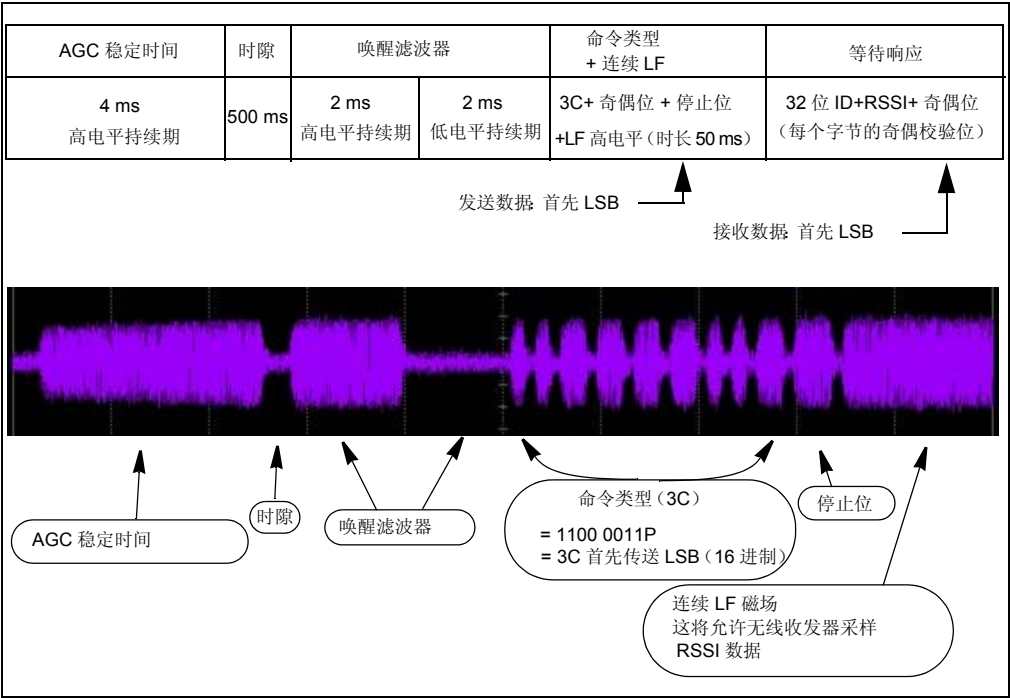
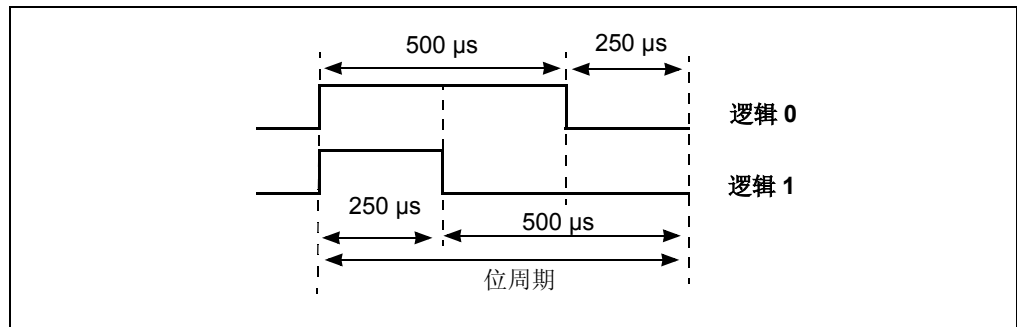
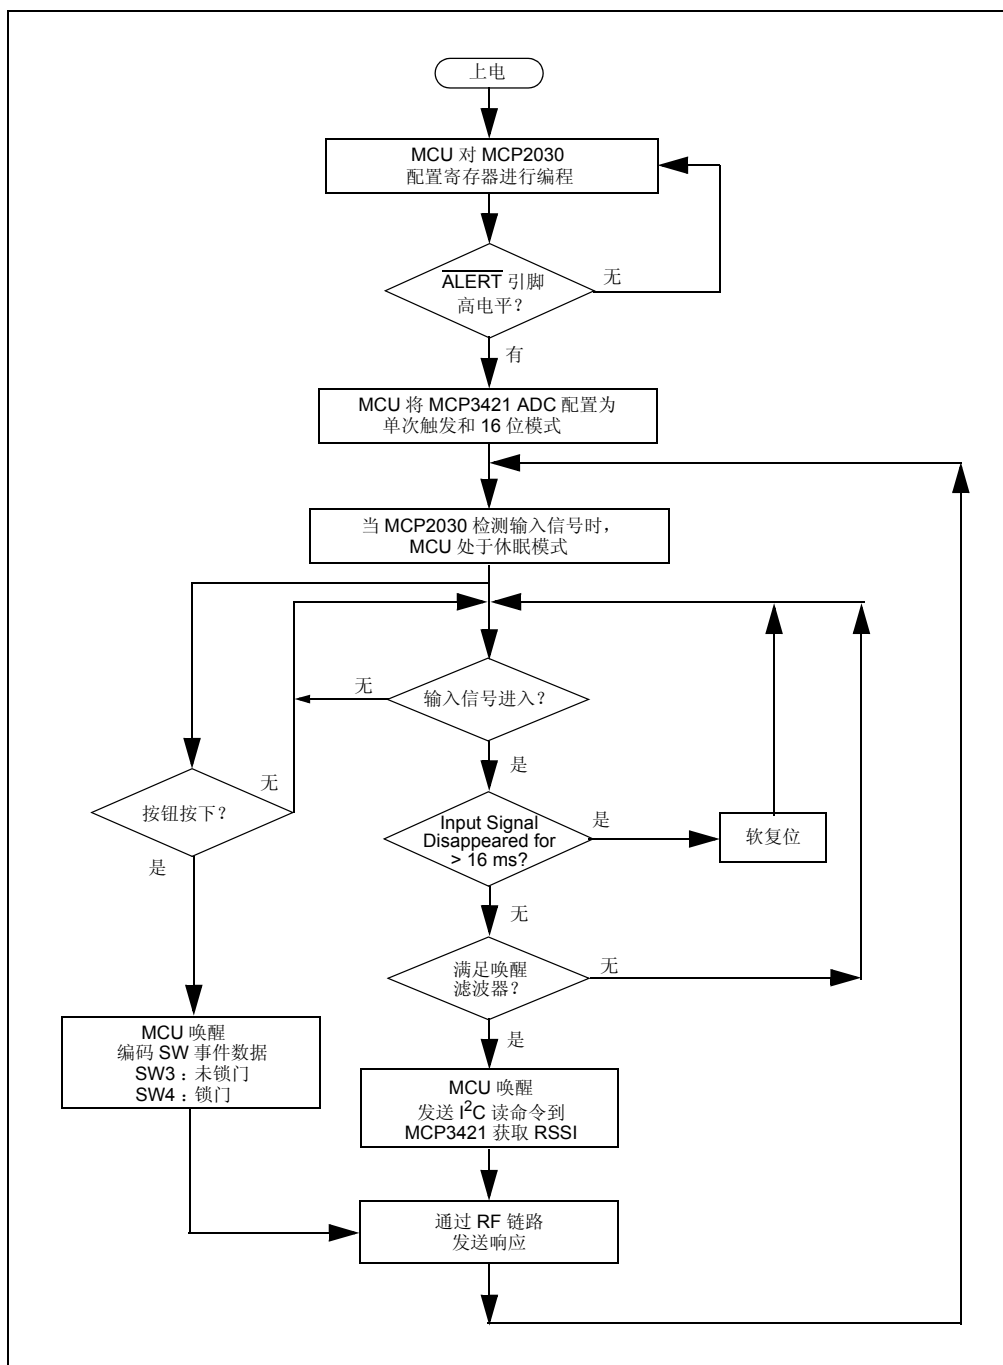
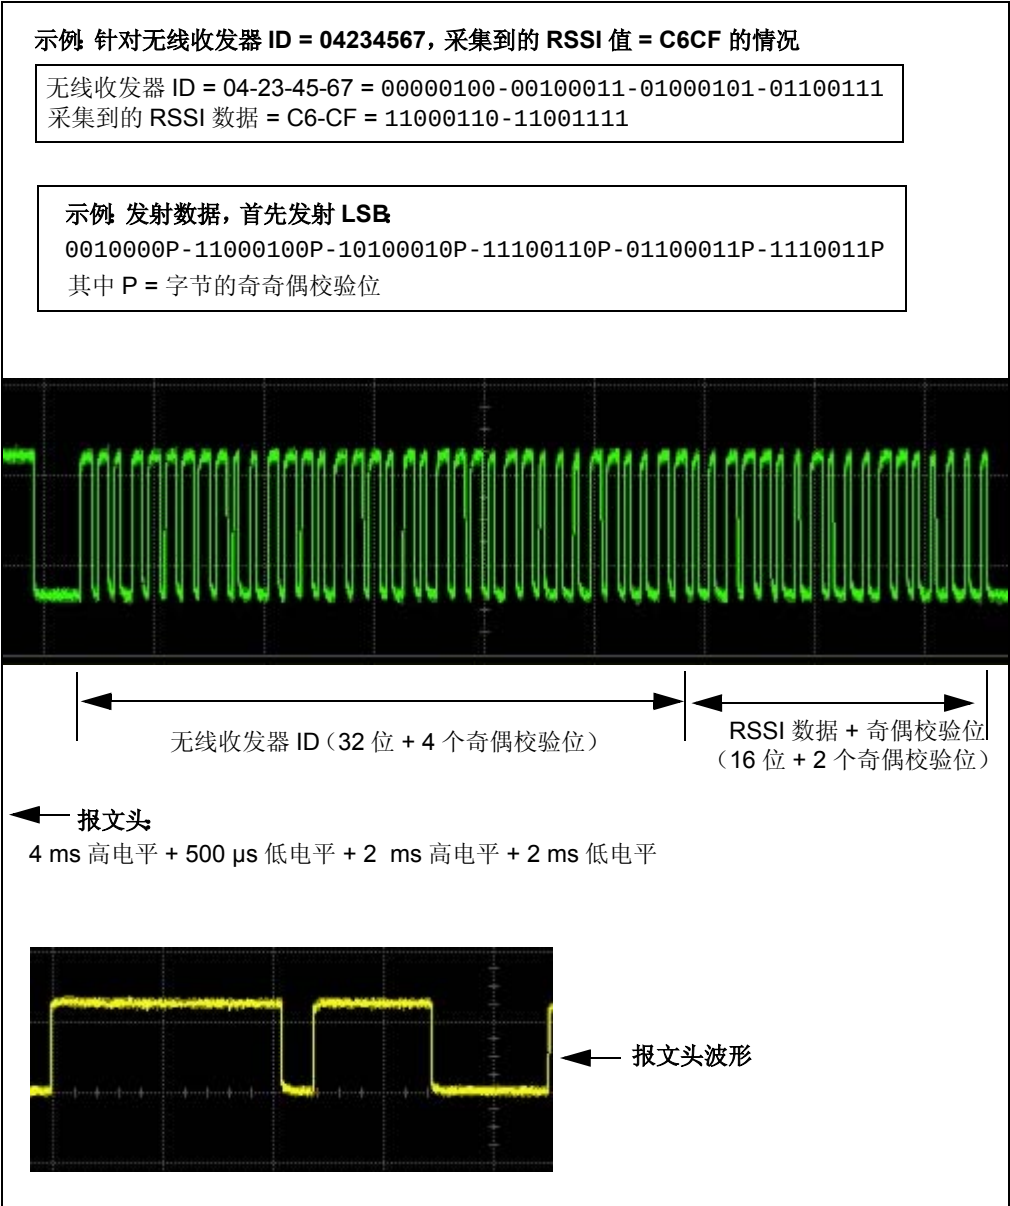

图 3-1: 基站演示板 LF 命令数据格式
图 3-2: PWM 数据编码格式
图 3-4: 无线收发器演示板的通信流程图
图 3-5: 示例: ID 和 RSSI 无线收发器响应
通信协议:	见图 2-2、图 3-1 和图 3-2
基站演示板和收发器演示板的双向通信方法如图 2-2所示。基站演示板发送 LF 命令，接收来自收发器演示板的响应，并在 LCD 上显示接收到的响应。只要通电，基站演示板就会重复发射和接收功能。图 3-1显示了 LF 命令数据格式和波形。图 3-5显示接收数据的格式。MCP2030 双向通信演示工具包的光盘中含有 MCU 通信算法固件。
- 4: 10 位命令类型（3C）位、奇偶校验位和停止位。首先发射最高有效位（Least Significant bit, Lsb）。使用 PWM 方法对数据进行编码（见图 3-2）。
当无线收发器演示板上电时，PIC16F636（MCU）对 MCP2030 的配置寄存器和 MCP3421（ADC）的配置寄存器进行编程。这些设置步骤完成后，MCU 在 MCP2030 检查有效 LF 命令的时间段内进入低功耗休眠模式。来自 MCP2030 的解调输出或按钮开关事件会将 MCU 唤醒。若 MCU 从 MCP2030 接收到有效的解调数据，它将发送 32 位的无线收发器 ID，然后是 16 位的接收信号强度指示（RSSI）数据。若 MCU 由开关（SW3 和 SW4）事件唤醒，它将发送相应的开关事件数据。数据始终随附报文头一起传送（见图 3-5）。无线收发器 ID 被设置为“04234567”存储在 EEPROM 中。RSSI 数据与 LF 信号强度成正比。因此，当无线收发器演示板靠近基站演示板时，RSSI 数据会增加。无线收发器演示板在发射每个字节时，首先发射 LSB，并在每个字节末发射一个奇偶校验位。欲知无线收发器演示板数据流的更多详细信息，请参见图 3-5。图 3-4 给出了固件流程图。